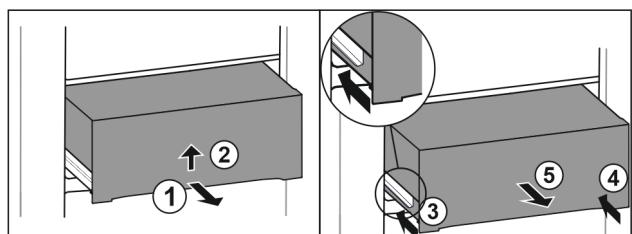

Fig. 40
- Витягніть ящик на половину. Fig. 40 (1)
- Підніміть висувний ящик за нижній бік. Fig. 40 (2)
- Вставіть ліву рейку. Fig. 40 (3)
- Вставіть праву рейку. Fig. 40 (4)
- Вийняти висувний ящик рухом вперед. Fig. 40 (5)